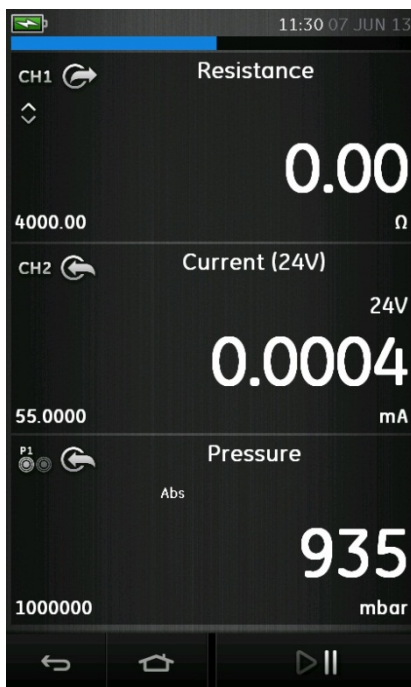

Рисунок 2-8. Окно калибратора (уменьшенный вид)
- Рисунок 2-8 отображение всех выбранных каналов в уменьшенном виде.